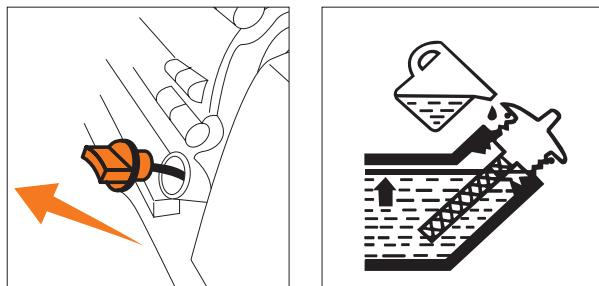

Рис. 15
- Отверните крышку маслоналивной горловины (Рис. 15) из картера двигателя, достаньте щуп.
- Если уровень масла меньше нижней линии (L) на щупе, долейте масло до верхней линии (H) в картер двигателя через маслозаливную горловину.